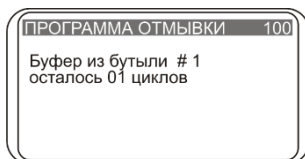

Рисунок 6. Дисплей при работающей программе
- 5.16. Во время работы прибора на дисплее высвечивается (рис. 6), количество оставшихся циклов. Если действие связано со счетом времени (замачивание, встряхивание), отображается оставшееся время данного действия.